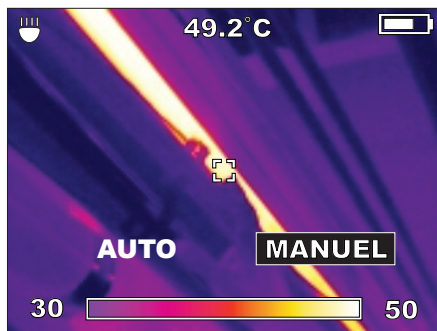

Figure 12. Définition d'une gamme manuelle
1. À partir du mode d'affichage en temps réel, appuyez sur le bouton , puis sélectionnez GAMME. L'affichage à l'écran est similaire à celui de la Figure 12 :